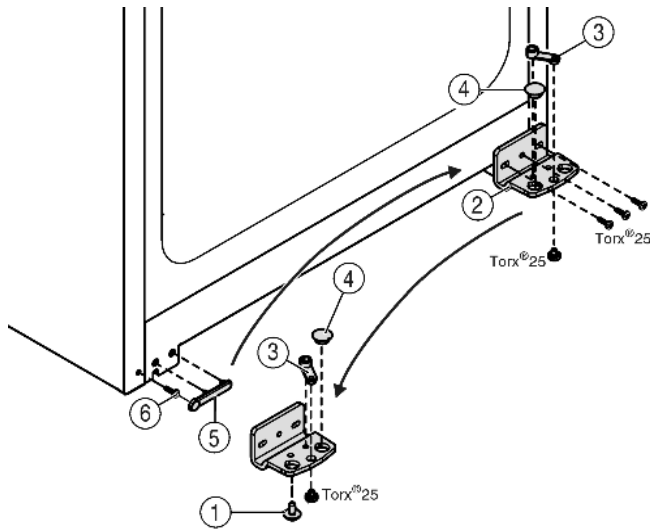

Fig. 6
- ▶ Lagerbock Fig. 6 (2) abschrauben.
- ▶ Lagerteil Fig. 6 (3) abschrauben und in das gegenüberliegende Aufnahmeloch des Lagerbocks umsetzen, wieder festschrauben.
- ▶ Stopfen Fig. 6 (4) aus dem Lagerbock herausnehmen und in das gegenüberliegende Aufnahmeloch des Lagerbocks umsetzen.
- ▶ Griffseitige Abdeckung Fig. 6 (5) vorsichtig abheben.
- ▶ Schraube Fig. 6 (6) herausdrehen und auf der Gegenseite wieder einsetzen.
- ▶ Abdeckung Fig. 6 (5) wieder aufsetzen.
- ▶ Lagerbock Fig. 6 (2) auf der neuen Scharnierseite **fest (mit 4 Nm)** ggf. mit Hilfe eines Akkuschaubers wieder festschrauben.